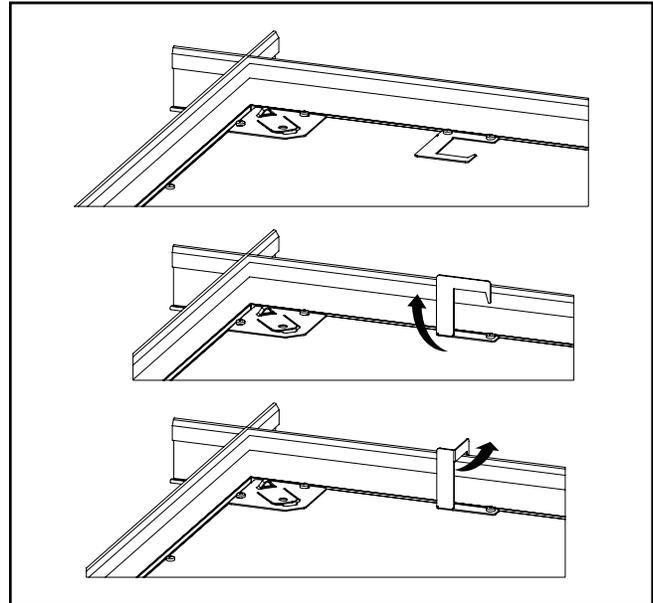

Figure 3.
6. Les brides de grille sont fournies afin d'offrir un soutien accru au système de plafond. Orientez les quatre (4) languettes du luminaire sur la GRILLE EN T en pliant les languettes perpendiculairement jusqu'à un angle de 90 degrés vers l'arrière du luminaire. Pliez ensuite les languettes à 90 degrés vers le cadre de la grille en T. (Figure 3.)